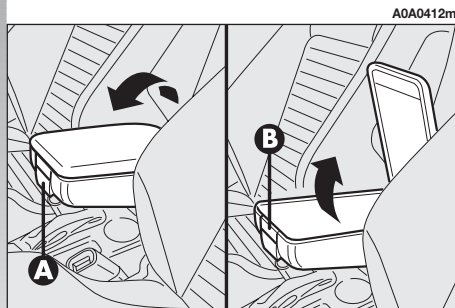

fig. 13
**BRACCIOLO CENTRALE (fig. 13)**